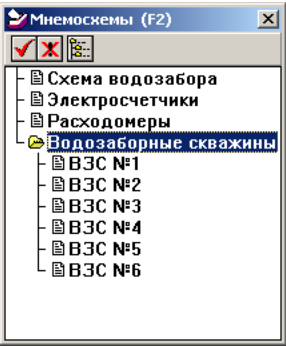

Рис. 6
4.5. Вывод на экран требуемой мнемосхемы возможен также, используя пункт главного меню «Мнемосхемы» или нажатием экранной кнопки . Появится окно, показанное на рис. 6, где можно указателем мыши выбрать любую мнемосхему.